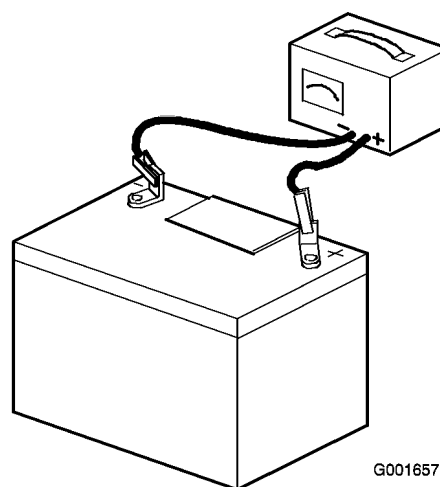

Figure 39
- Quand la batterie est chargée au maximum, débranchez le chargeur de la prise, puis débranchez les fils du chargeur des bornes de la batterie (Figure 39).